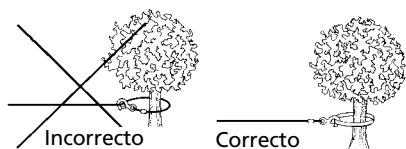

Figura 5
9. NUNCA ENGANCHE EL CABLE DE ALAMBRE SOBRE SÍ MISMO PORQUE PODRÍA DAÑAR EL CABLE DE ALAMBRE. Use una eslinga de nilón (Figura 5).